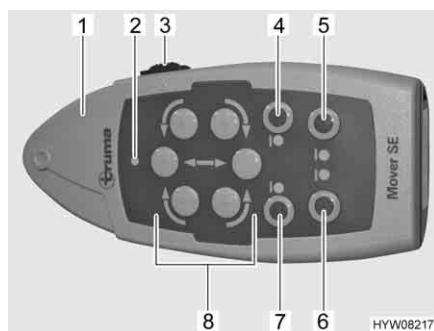

Fig. 11 Telecomando
- Spostare l'interruttore a scorrimento (Fig. 11,3) del telecomando (Fig. 11,1) su "ON" (I). Il LED verde (Fig. 11,2) si accende.
- Sui due lati, avvicinare i rulli di trasmissione ai pneumatici. A questo scopo, premere i tasti "Avvicinamento" (Fig. 11,4 e 7).
- Muovere il veicolo con i tasti direzionali (Fig. 11,8) nella posizione desiderata.
- Sui due lati, ruotare i rulli di trasmissione retraendoli dai pneumatici. A questo scopo, premere i tasti "Retrazione" (Fig. 11,5 e 6).
- Spostare l'interruttore a scorrimento (Fig. 11,3) del telecomando su "OFF" (0).